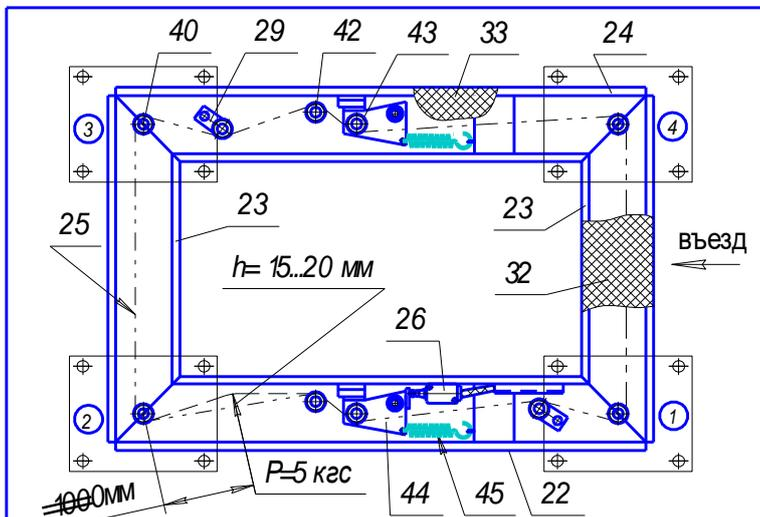

Рис.5. Цепная передача.
5.6. Цепная передача. (Рис.5),
9.7. Разместить в лотках цепь (*рис.5*), установить стойки на анкерные болты *не надевая цепи*, надеть на болты увеличенные шайбы (входят в комплект), навинтить гайки (не затягивая).